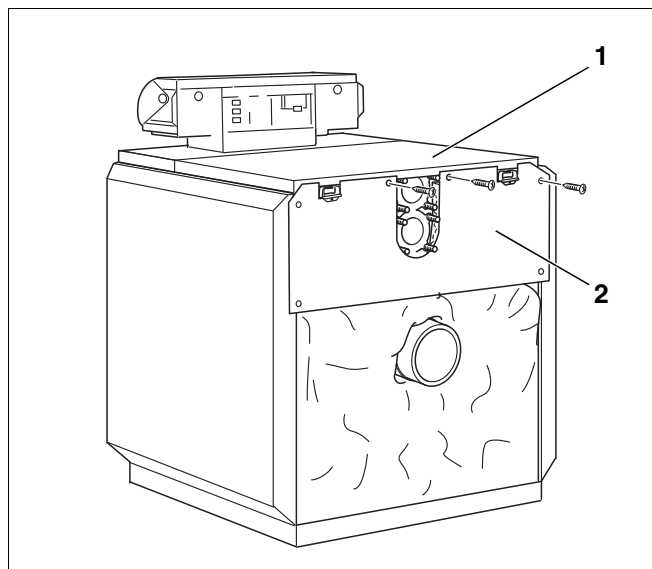

Fig. 39 *Montaggio – Pannello posteriore superiore della caldaia*
- ▶ Avvitare il pannello posteriore superiore della caldaia (fig. 39, [2]) alla copertura posteriore (fig. 39, [1]) e ai pannelli laterali.